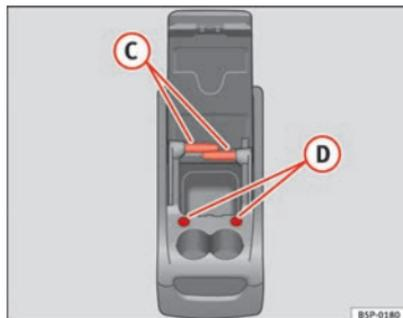

Fig. 115 Cassetto portaoggetti estraibile. Funzioni
Per utilizzare il tavolo (C) ⇒ fig. 115 estrarlo dal suo alloggiamento nel lato del cassetto portaoggetti estraibile e collocarlo nel suo alloggiamento (D) ⇒ fig. 115 nella parte anteriore del cassetto portaoggetti estraibile.